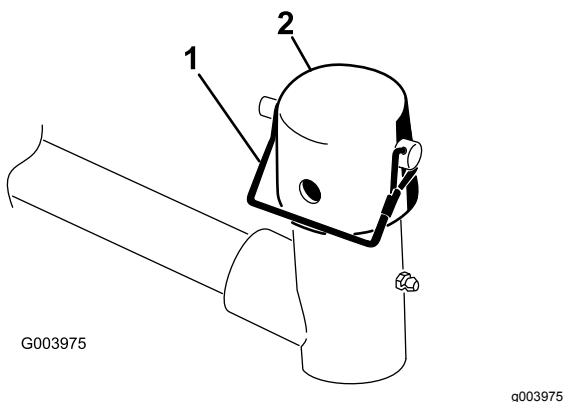

图 7
6. 从提升臂轴轭拔下保险销。然后取下盖子图 7。
10. 使用保险销将中心盖和承载架轴固定到提升臂轭图 7。